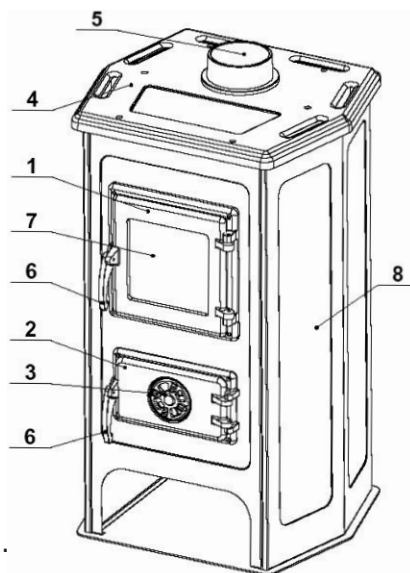

Рисунок 1.
- дверцу зольного ящика оставьте открытым до появления стабильного огня, после закрытия интенсивность горения регулируйте с помощью регулятора подачи воздуха (рисунок 1, позиция 3);
Регулятором первичного воздуха в печи Вы регулируете температуру, мощность и скорость сгорания топлива (Рисунок 1, позиция 3).